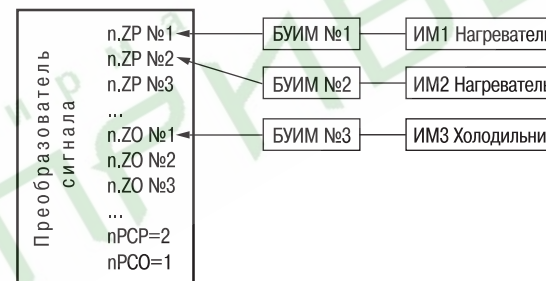

Рис. 13
**Пример.** Пусть имеется система из 3 ИМ: двух «Нагревателей» и одного «Холодильника». Пусть «Нагреватели» подключены к БУИМ №1 и №2, а «Холодильник» подключен к БУИМ №3. Тогда в папке **ПРЕОБРАЗОВАТЕЛЬ СИГНАЛА**, к которому мы хотим подключить эти ИМ, в параметре **n.ZP1** надо указать «БУИМ 1», в **n.ZP2** – «БУИМ 2», а в **n.ZO1** – «БУИМ 3». В параметр **Количество БУИМ типа Нагреватель (nPCP)** надо записать 2 и в **Количество БУИМ типа Холодильник (nPCO)** надо записать 1. Конфигурирование МВУ8 для данной системы приведено на рис. 13.